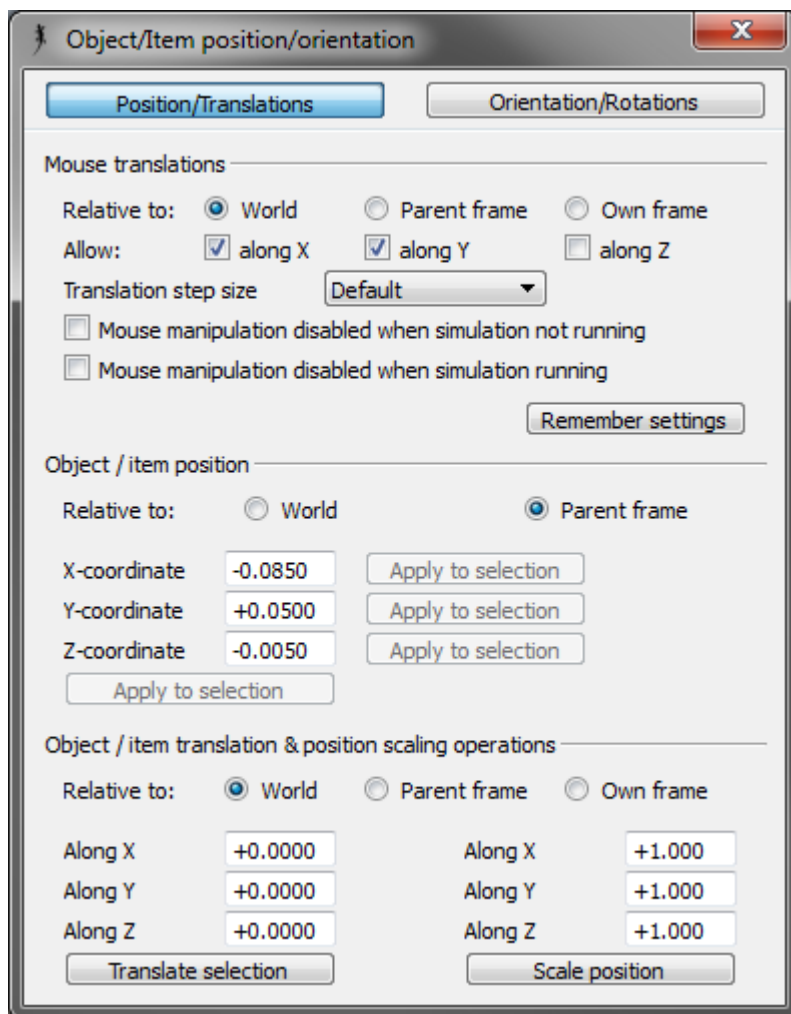

Рисунок 14 – Изменение положения колеса относительно основания
19. Перемещаем колеса относительно основания платформы. Для этого выбираем «LeftMotor», в диалоговом окне положения (см. пункт 5) в разделе «Object / item position» свойство «Relative to» переключаем в состояние «Parent frame». Это означает, что теперь положение объект будет устанавливать относительно родительской системы координат (в нашем случае относительно основания платформы). Далее задаем координаты: в «X-coordinate» значение -0.085, в «Y-coordinate» значение, 0.05, в «Z-coordinate» значение -0.005 (рисунок 14).